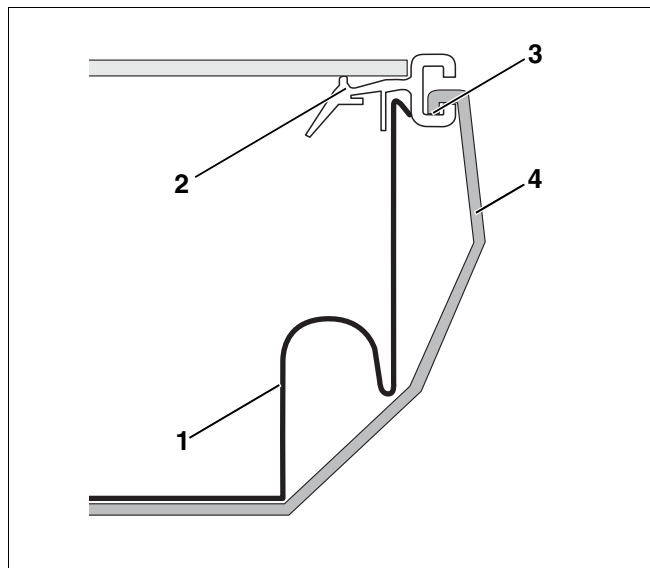

Fig. 33 Colocar el primer colector
- ▶ Introduzca el colector (fig. 33, **pos. 1 y 2**) hasta abajo colocándolo delante del seguro contra deslizamiento (fig. 33, **pos. 4**).
Deslice el seguro contra deslizamiento hacia arriba hasta que el canto del seguro contra deslizamiento quede encajado en la ranura (fig. 33, **pos. 3**) del marco del colector.